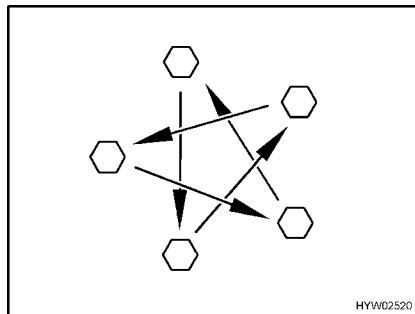

Bild 300 Dra åt hjulmuttrarna eller hjulbultarna korsvis
- Kontrollera regelbundet att hjulmuttrarna eller hjulbultarna är ordentligt åtdragna. Om du har bytt däck ska hjulmuttrarna eller hjulbultarna dras åt efter 5 mils körning (Bild 300). Åtdragningsmoment, se avsnitt 14.5.2.
- Då nya eller nylackerade fälgar används bör hjulmuttrarna eller hjulbultarna dras åt efter ca 100 till 500 mil (Bild 300).
- ▷ Dra åt hjulmuttrarna eller hjulbultarna korsvis (Bild 300).